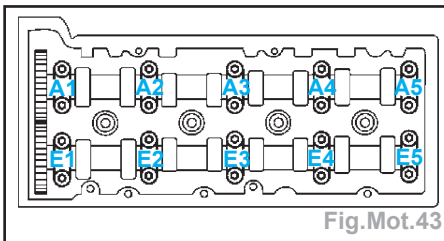

Fig.Mot.43
- Déposer les chapeaux de palier d'arbre à cames aux paliers E1, E3, E5 ainsi que A1, A3, A5 (Fig.Mot.43),
- déposer les chapeaux de palier d'arbre à cames aux paliers E1, E3, E5 ainsi que A1, A3, A5 (Fig.Mot.43),